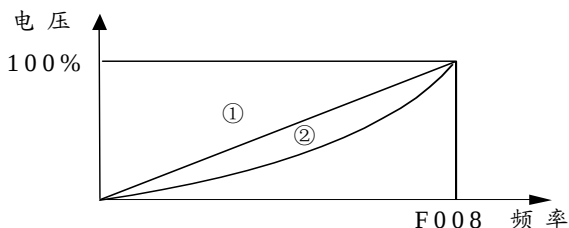

图 6-10
设定变频器的自动节能模式, F115=1 时, 随着负载的变小 (即电机处于轻载运行时), 变频器通过检测负载电流, 适当调整输出电压, 达到节能运行的目的。此功能对风机、泵类、平方转矩负载的节能效果非常明显, 但不适用于负载变动频繁或运转中已接近满载运行的电机。图 6-10 中①v/f 恒定, ②节能运行。